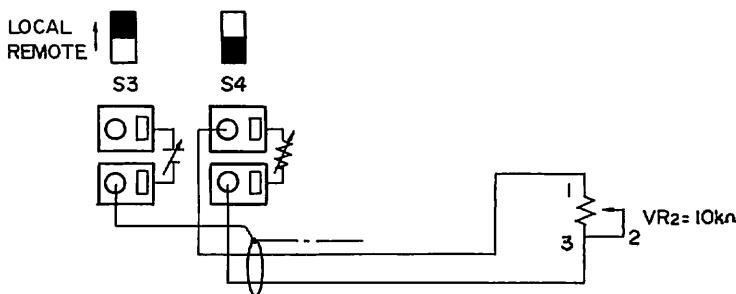

図13
2)背面CC.REMOTEのS4スイッチをREMOTEにセットし、図13のように外部抵抗器VR₂=10kΩを接続します。
- ・VR 2 の接続は2芯シールドを使用し、外被シールドは図13のように接続してください。